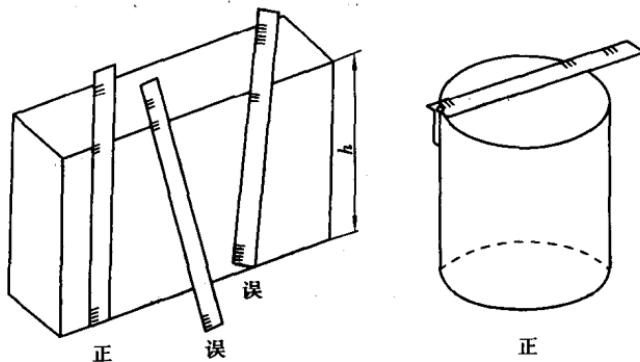

图 1.1.2
2. 测量中,钢直尺要放平、放正,刻度面朝上、朝外,不得前后左右歪斜,否则,从尺上读得的数比被测的实际尺寸大(如图 1.1.2 所示)。
4. 用钢直尺测量圆柱形的截面直径时,钢直尺的端边要与被测面的边缘相切,然后左右摆动钢直尺找出最大尺寸,即为所测直径尺寸(如图 1.1.2 所示)。